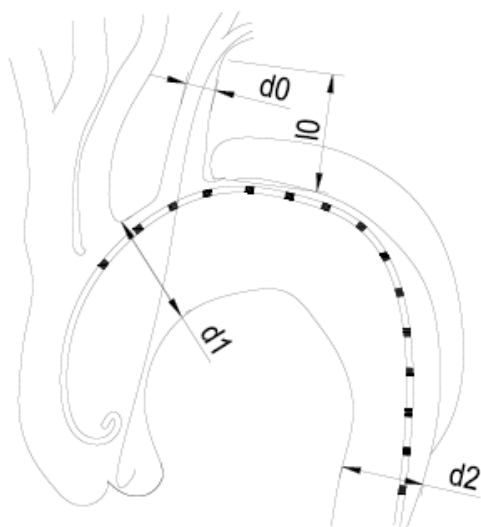

Figura 5: medidas preoperatorias
- Punción percutánea de la arteria braquial izquierda con una guía de 0.035 pulgadas; punción femoral percutánea con una guía de 0.035 pulgadas y un catéter pigtail 5F etiquetado en la aorta ascendente para calibración y detección de presión, como se muestra en la Figura 5;